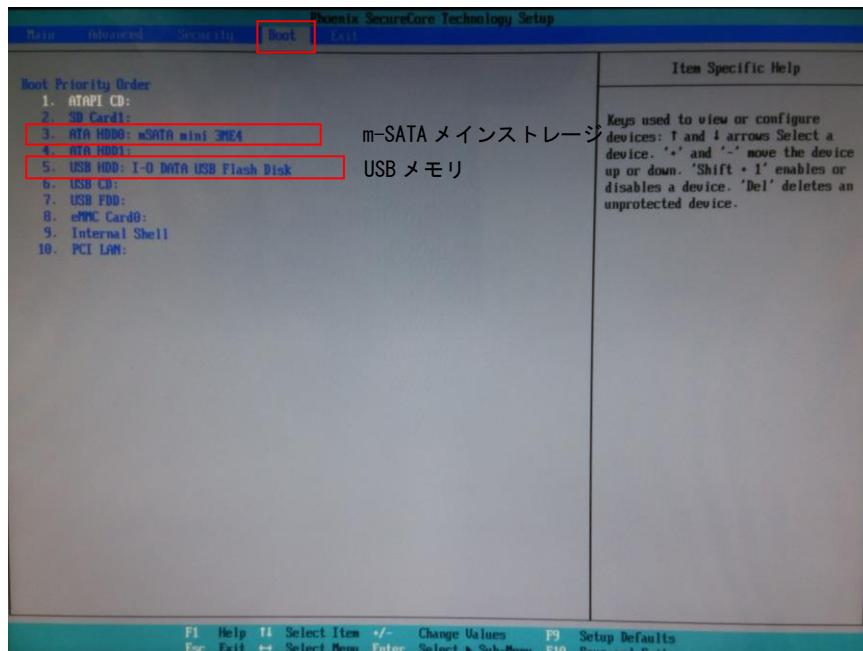

図 5-1-4-1. Boot デバイスの再設定
- ① 電源を入れ、BIOS 起動画面が表示されたところで[F2]キーを押し、BIOS 設定画面を表示させます。
- ② BIOS 設定画面が表示されたら、[Boot]メニューを選択します。(図 5-1-4-1)
- ③ [ATA HDD] (m-SATA メインストレージ) を[USB HDD] (接続した USB メモリ) よりも上に設定します。